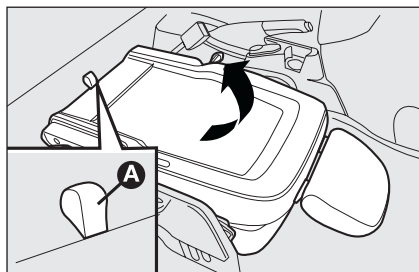

fig. 24
- ☐ tomar la lengüeta **A-fig. 24** y levantar el respaldo hacia arriba;